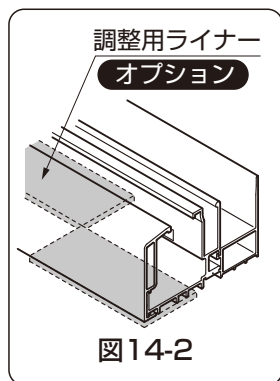

図14-2
- プラスの寸法分下レールの下に下レール調整用ライナー **オプション** を入れないと下レール回転ブレードがパネルに届かず、十分な止水性能が得られないおそれがあります。(図14-2参照)